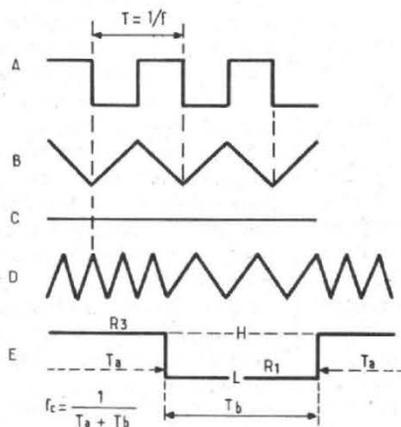

Fig. 38
La fréquence des deux signaux de sortie sera $f_2 = 1/(R_2 C_0)$. Si $R_2 \neq R_3$, les signaux de sortie auront une forme comme celle de la figure 38 (D).